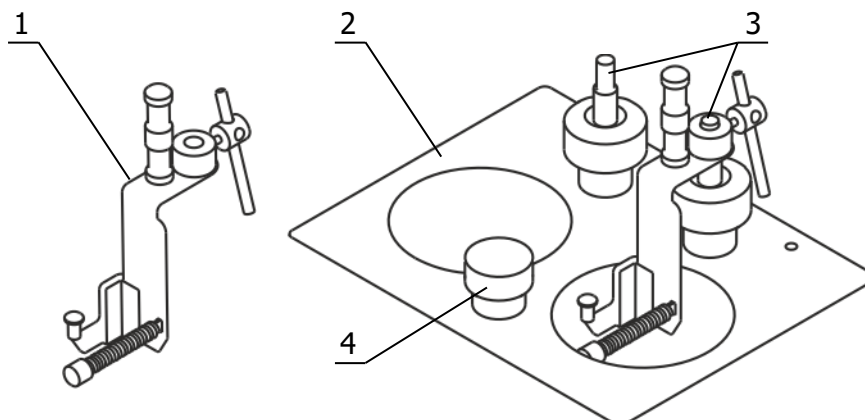

Рисунок 1 — Внешний вид изделия
2.2 Крышка 2 (см. рисунок 1) оснащена адаптером для контрольного термометра 4 и двумя направляющими 3, предназначенными для установки держателей 1 с рабочими вискозиметрами.